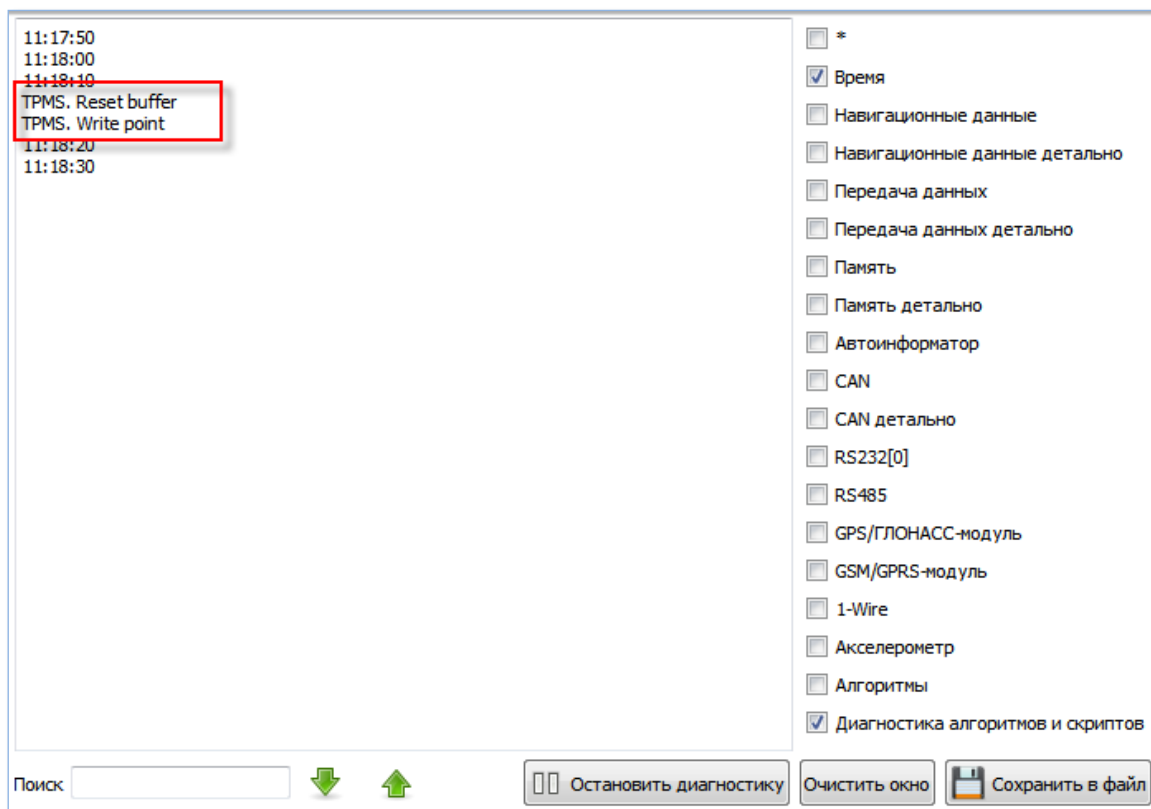

Рисунок 14. Диагностика работы алгоритма
9. На вкладке «Диагностика» выберите элемент «Диагностика алгоритмов и скриптов» (Рис. 14). Результатом работы скрипта будут строки с префиксом «TPMS».